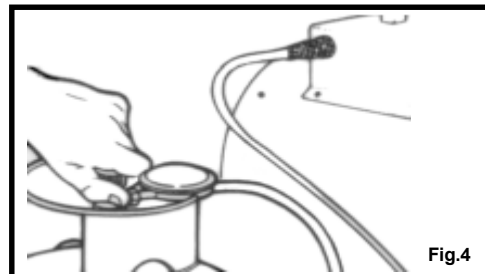

Fig.4
4. Après l'allumage de la flamme, presser le bouton-gaz pendant 15-20 secondes pour actionner les dispositifs thermiques de sécurité (voir figure 4)
N.B. La puissance thermique est réglable dans un intervalle maximum et minimum à travers un volant (C) placé sur le panneau du générateur (seulement pour modèle RÉGLABLE)
4. Nach Zündung der Flamme Gas-druckknopf 15-20 Sekunden gedrückt halten, um die thermischen Sicherheitsvorrichtungen zu aktivieren. (Abb. 4).